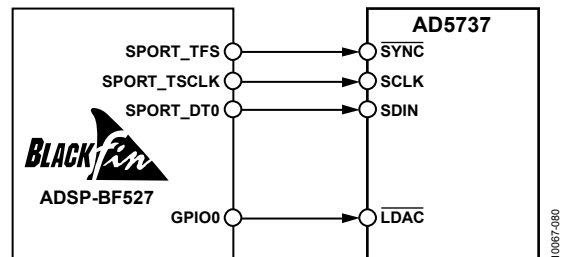

図 63. AD5737 と ADSP-BF527 SPORT とのインターフェース
**AD5737** は、アナログ・デバイゼスのBlackfin® DSPである **ADSP-BF527** のSPORTインターフェースへ直接接続することができます。図 63 に、**AD5737** を制御するためにSPORTインターフェースと接続する方法を示します。